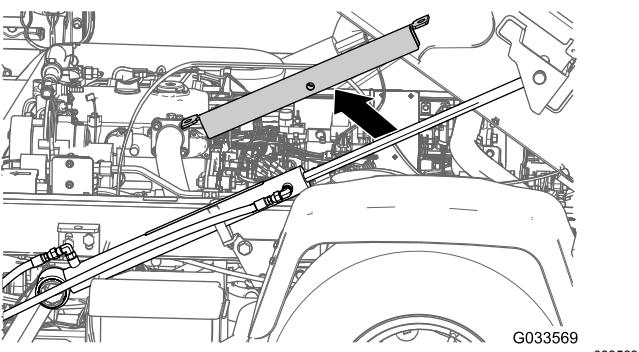
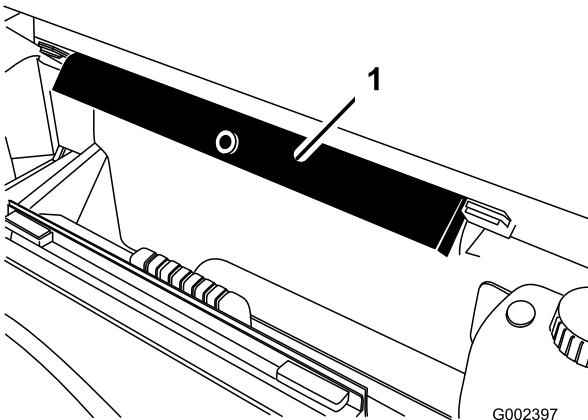

図 34
図 35
2. 昇降シリンダから荷台サポートを外し、サポートをROPSパネルの裏側にある収納ブラケットに収納する図 34 と図 35。